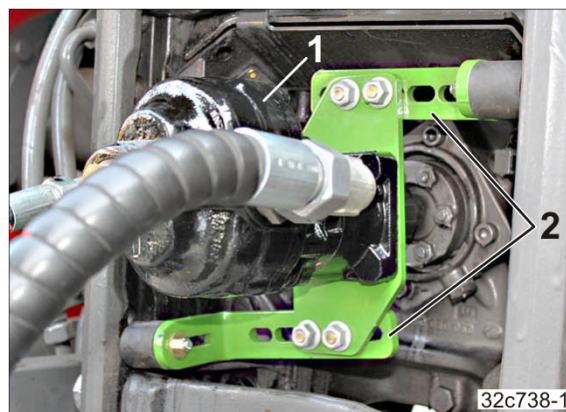

Рис. 161
5. Соедините гидравлический насос (Рис. 161/1) с валом отбора мощности трактора.
6. Установите регулировочный сегмент таким образом, чтобы к нему плотно прилегали оба промежуточных элемента (Рис. 161/2).